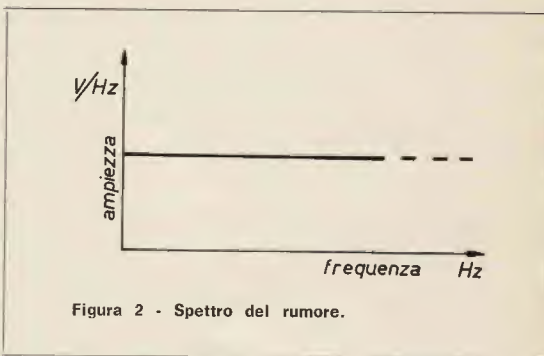

Figura 2 - Spettro del rumore.
Che cosa è il rumore bianco? Il rumore bianco (1) è un tipo di rumore il cui spettro è continuo e piatto, ossia contiene componenti di ampiezza costante fino a frequenze molto più alte di quelle (udibili) che ci interessano (figura 2).